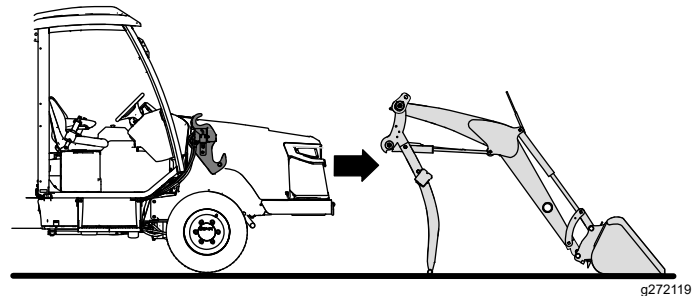

図 52
2. エンジンを始動して、ゆっくりとローダアームに接近する 図 52。